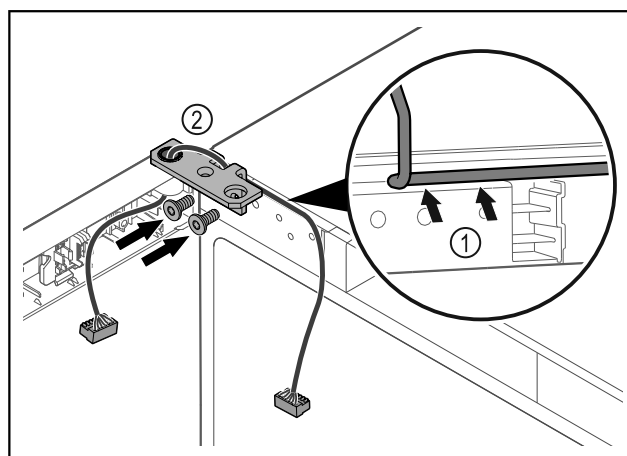

Fig. 57
- ▶ Lägga kabeln genom gångjärnsfästets urtag och dra den försiktigt Fig. 57 (1).
- ▶ Skruva fast gångjärnsfästet Fig. 57 (2).